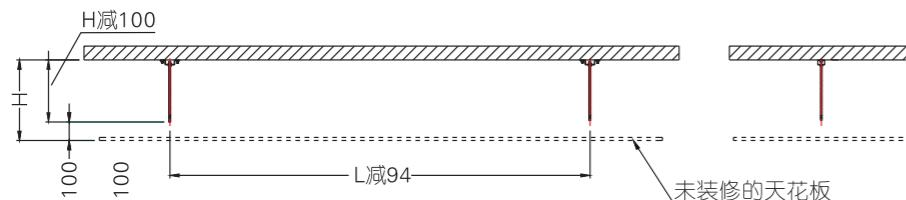

图28
- 一、选定安装银幕的位置，在未装修天花板之前将吊架装置安装上(所需螺杆用户自备)，其安装尺寸按图28所示。